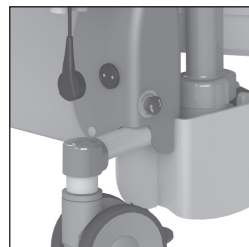

Abbildung 15. Ladestation.
- Die Aufladestelle befindet sich an der Vorderseite des Stuhls, an der Unterseite der blauen Kappe (Siehe Abbildung 15).
- Schließen Sie den Lader an den Elexo XXL Stuhl an (Siehe Abbildung 15).